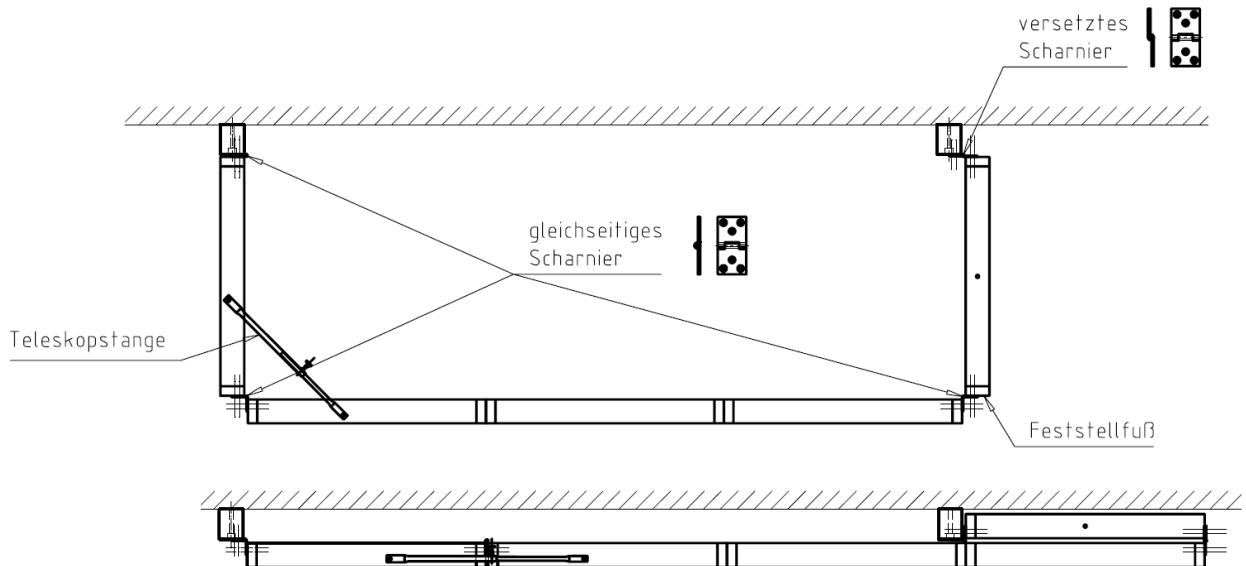
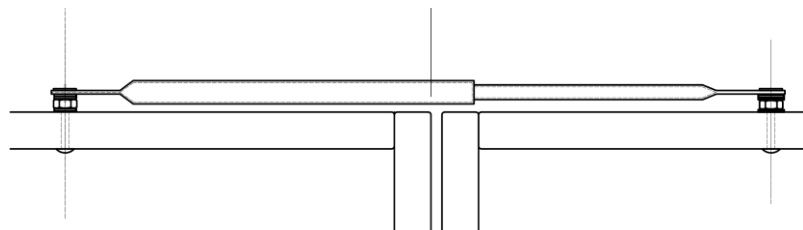

Abb. 4: Position der Teleskopstange beim aus- und eingeklappten Kletterhaus
Abb. 5: Montage der Teleskopstange
Im nächsten Schritt wird die Teleskopstange ⑫ wie in Abb. 4 auf die beiden linken Elemente über Eck aufgesetzt und mit den Schlossschrauben ⑬ und Hülsenmutter ⑭ verschraubt. Die Sechskanutmutter ⑮ und Scheiben ⑯ dienen zur Regulierung des Abstandes (Abb. 5). Bitte beachten Sie, dass die Schrauben nur so festgezogen werden, dass die Teleskopstange sich noch bewegen lässt, aber nicht mehr klappert.